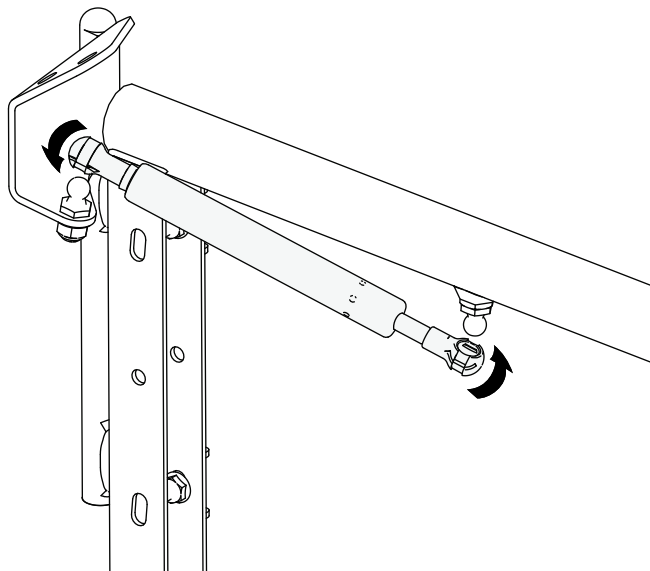

Figur 11
8. Fastgør dørenhedens venstre, øverste hængsel løst til skulderstøttebeslaget med de 2 skruer, som du fjernede i Klargøring af maskinen \(side 2\) i som vist i Figur 11.